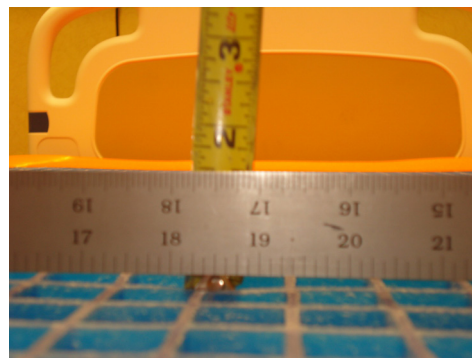

Figura 6
6. Con un metro a nastro, misurare la profondità massima (punto più basso) dal fondo del righello alla parte superiore del gel, come mostrato in Figura 6.